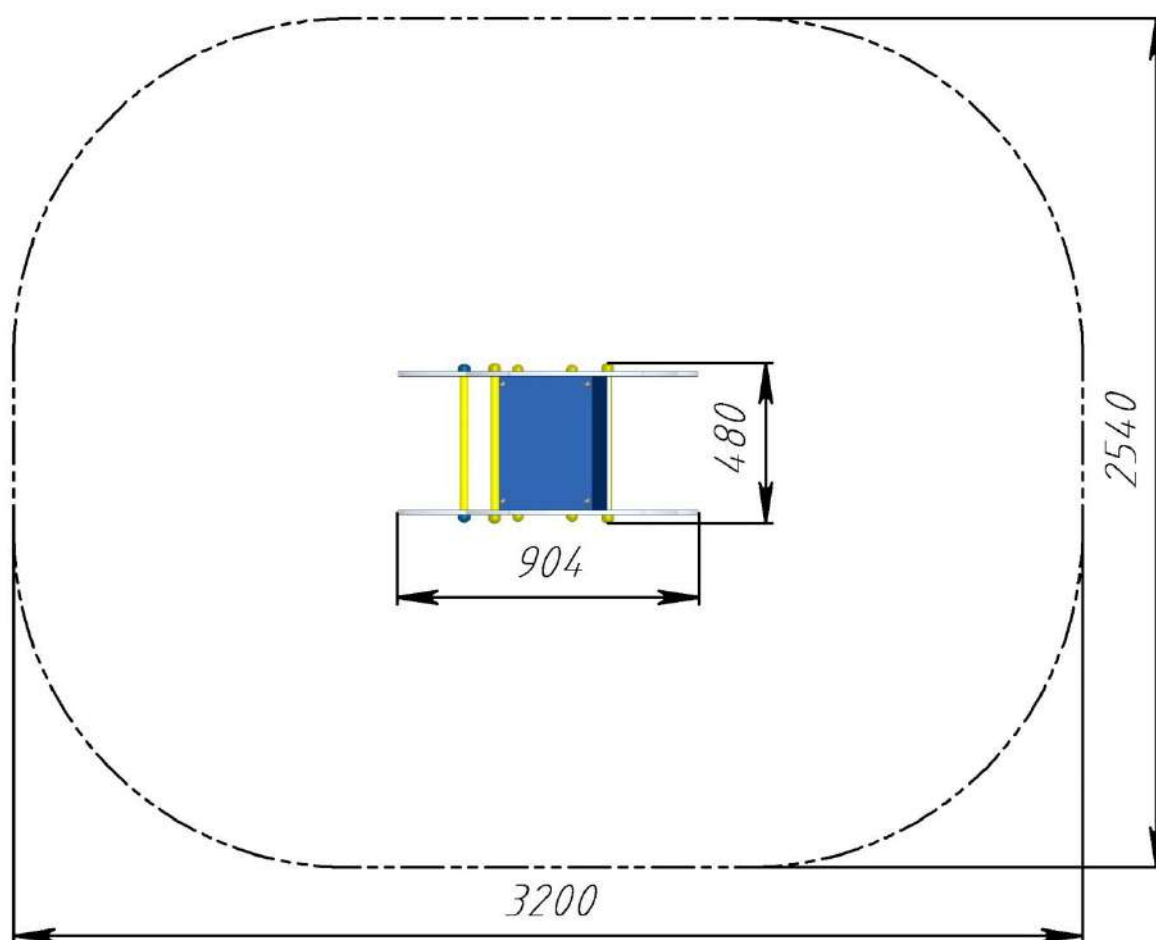

Рис.2 Зона приземления качалки на пружине РТР 030-02
3.5. Монтаж качалки проводится на ровном месте в соответствии с планировкой размещения всего оборудования площадки. При монтаже необходимо обеспечить безопасную зону приземления вокруг качалки в соответствии с рис. 2.